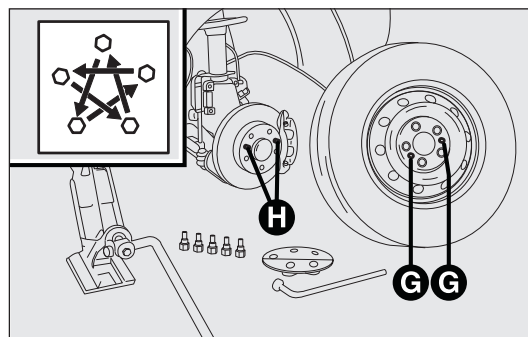

fig. 166
- monter la roue de secours en faisant coïncider les orifices G-fig. 166 avec les axes correspondants H. Quand vous montez la roue de secours, assurez-vous que les surfaces d'appui de cette dernière sont propres et sans impuretés qui risqueraient de provoquer le desserrage des boulons de fixation;
- serrer à fond les boulons, en passant alternativement d'un boulon à celui diamétralement opposé, en suivant l'ordre indiqué sur la fig. 166.